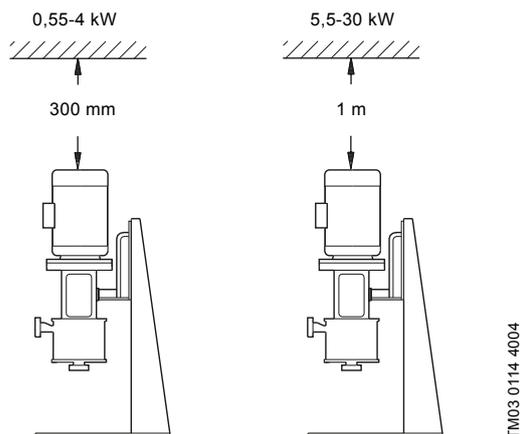

Abb. 28 Vertikale Aufstellung
- Pumpen mit Motoren bis einschließlich 4 kW benötigen oberhalb des Motors einen Freiraum von 300 mm. Siehe Abb. 28.
- Pumpen mit Motoren ab 5,5 kW benötigen oberhalb des Motors einen Freiraum von mindestens 1 m, um den Einsatz von Hebeegeräten zu ermöglichen. Siehe Abb. 28.